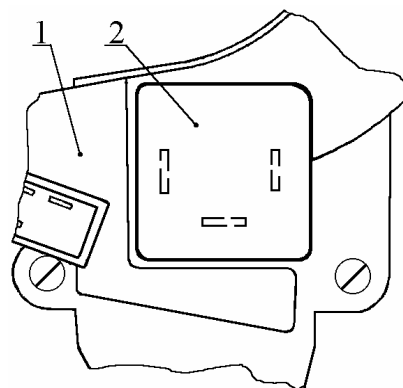

Рис. 16. Реле-прерывателя:
4.9.3.5. Заменить реле-прерыватель 2 (рис.16) или переключатель световой сигнализации при обнаружении неисправности по разделу 7.